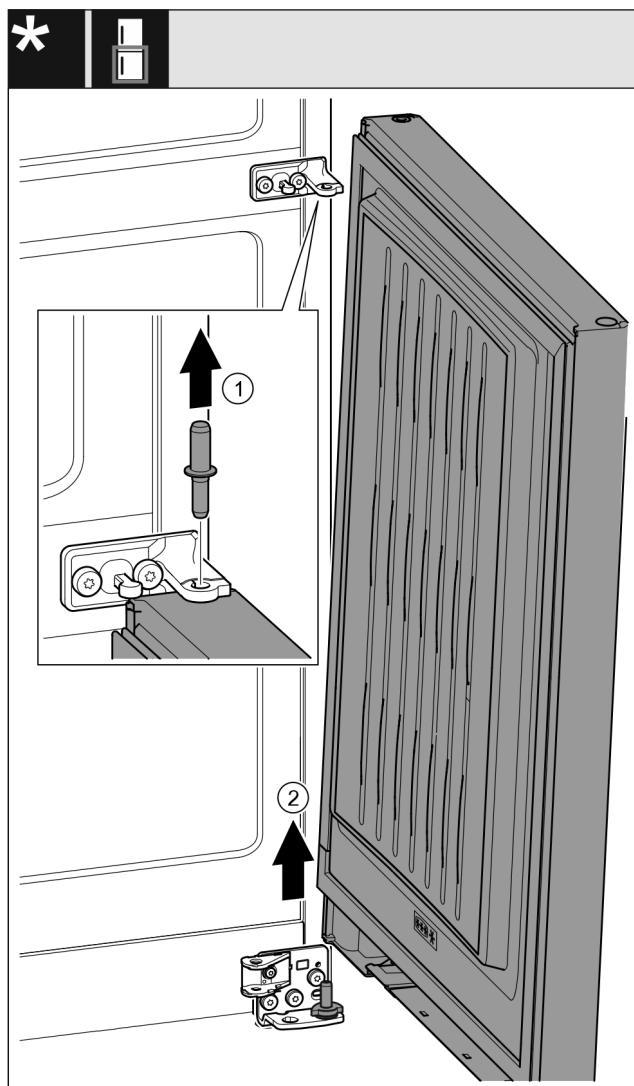

Fig. 23 *
- ▶ Издърпайте болта нагоре. Fig. 23 (1)*
- ▶ Завъртете навън вратата, издърпайте я нагоре и я сложете настране. Fig. 23 (2)*